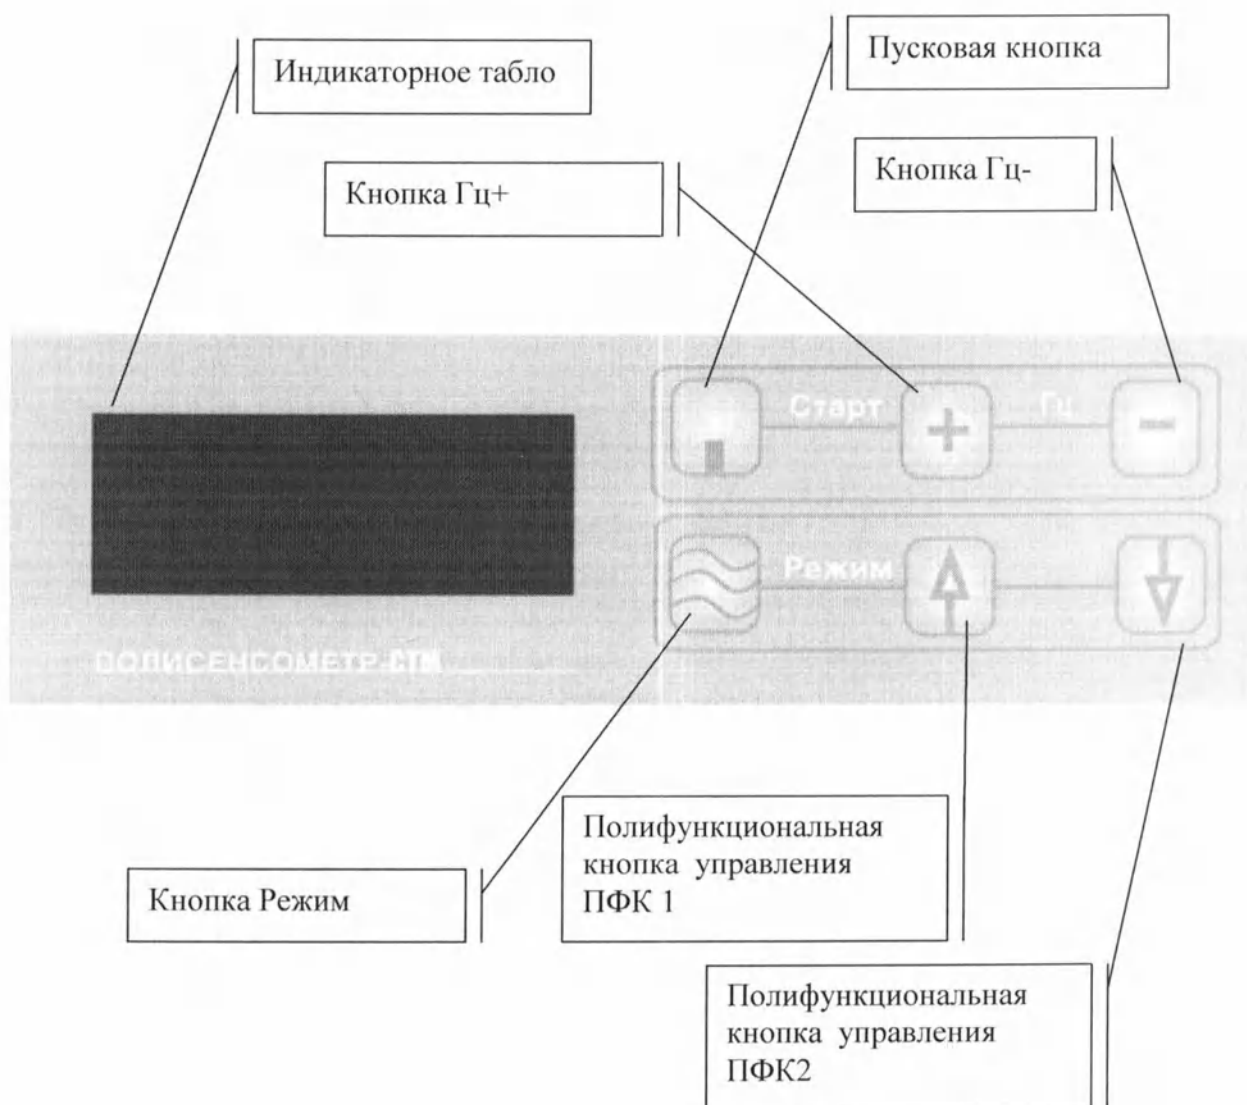

Рис. 3
4.2 Назначение элементов управления и индикации (рис.3).